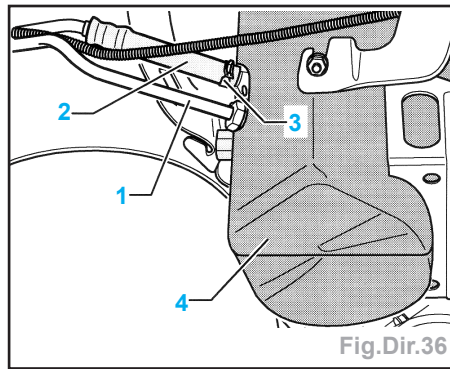

Fig.Dir.36
- Dévisser la conduite de pression (Durit extensible) (1) du groupe moto-pompe et l'attacher (Fig.Dir.36).